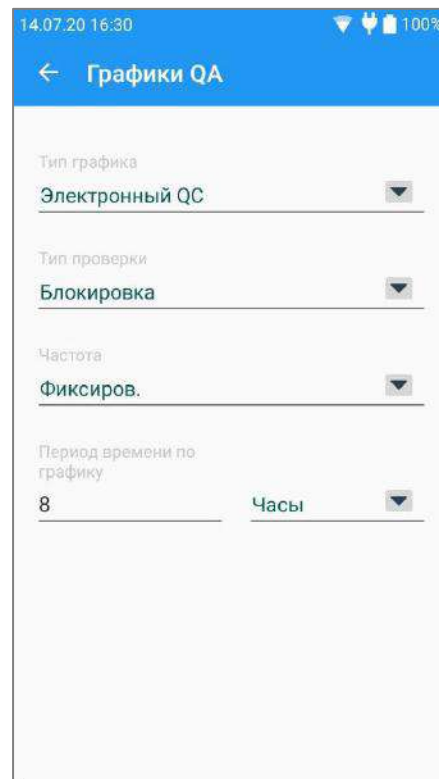

Рис. 39.
*Примечание. Для электронного QC всегда установлено значение **Блокировка**, и данную настройку нельзя изменить (рис. 39).*